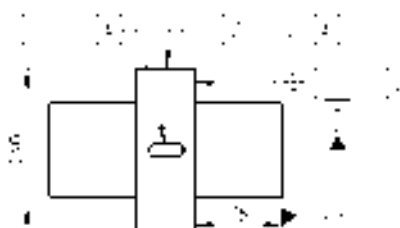

图 5.6.36 标注“对称度”
Step6. 单击对话框中的 **确定** 按钮, 完成“对称度”的标注, 结果如图 5.6.36 所示。